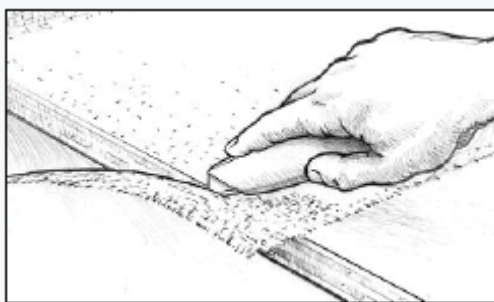

Рис. 25. Обрежьте лишнюю ткань после того, как эпоксидная смола превратится в гель, но до полного застывания.
8. Отрежьте лишнюю и нахлестывающуюся ткань (Рисунок 25) после того, как смола достигнет стадии начального отверждения. Пока смола полностью не застыла, ткань будет легко резаться острым канцелярским ножом. При необходимости срежьте нахлестывающуюся ткань следующим образом: